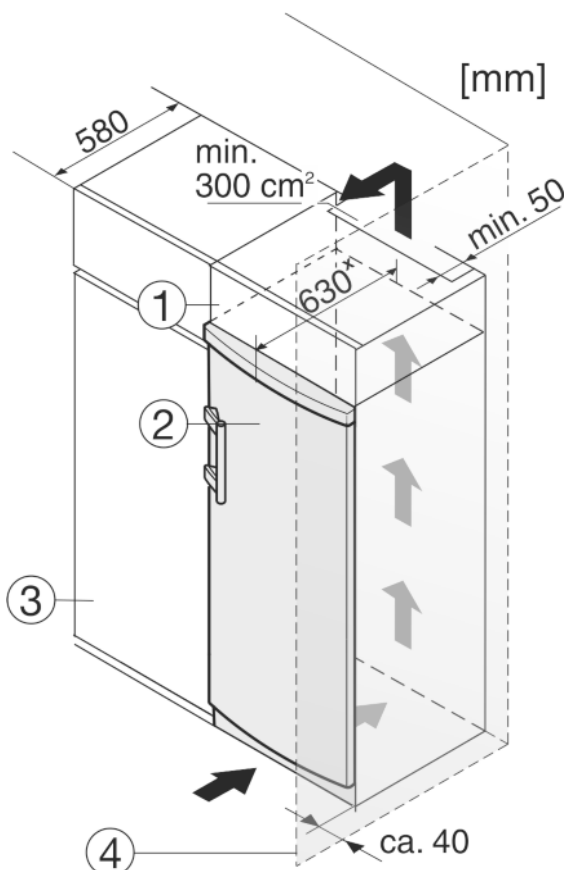

Fig. 11
- (1) Nástavná skřínka
- (2) Přístroj
- (3) Kuchyňská skřín
- (4) Stěna
Spotřebič lze zabudovat do kuchyňských skříní. K vyrovnaní spotřebiče Fig. 11 (2) na výšku kuchyňské linky lze na přístroj nasadit nástavec Fig. 11 (1).
Při montáži do kuchyňských skříní (hloubka max. 580 mm) lze přístroj instalovat hned vedle kuchyňské skříně Fig. 11 (3). Přístroj přesahuje přední stěnu kuchyňské skříně na stranách o 34 mm * a uprostřed o 50 mm *.
Když se přístroj instaluje závěsy vedle stěny Fig. 11 (4), musí být vzdálenost přístroje od stěny alespoň 40 mm. To odpovídá přesahu madla při otevřených dveřích.